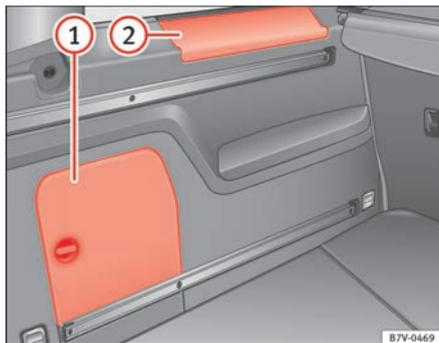

Abb. 120 Im Gepäckraum: seitliche Ablagefächer.
Seitlich im Gepäckraum befinden sich weitere Ablagefächer ⇒ Abb. 120 (1) und (2). Zum Öffnen des Ablagefachs (1) Schnellverschluss im Uhrzeigersinn